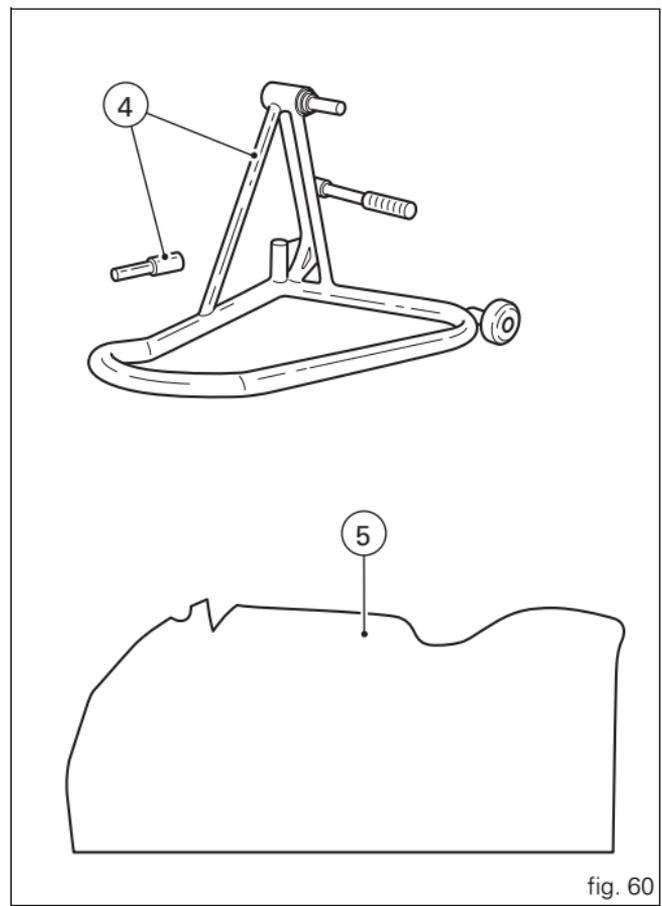

fig. 60
- Rear paddock stand (4, fig. 60);
- Bike canvas (5, fig. 60).